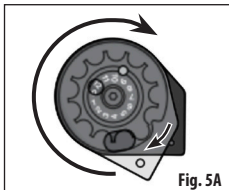
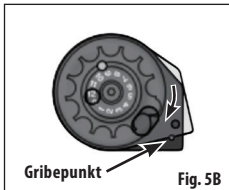

Fig. 5A
Fig. 5B
3. Løft det klare dæksel over gribepunktet og drej det i pilens retning (med uret) som vist i Fig. 5A. Drej, indtil dækslet ser ud som vist i Fig. 5B.